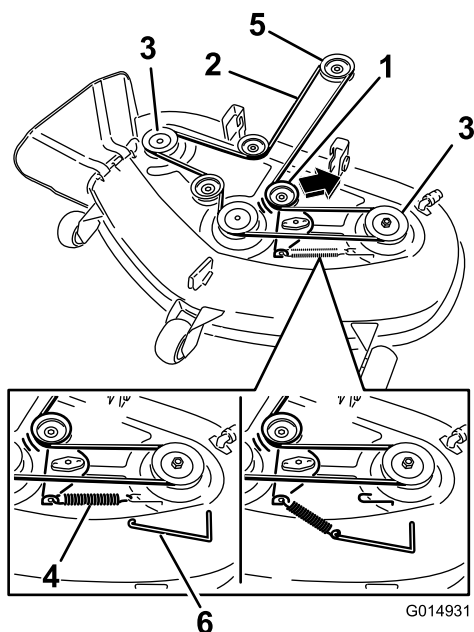

Figura 73
6. Utilizzando un attrezzo per la rimozione delle molle, (n. cat. Toro 92-5771), rimuovete la molla del tendicinghia dal gancio del piatto di taglio per eliminare la tensione sulla puleggia tendicinghia e fate scorrere via la cinghia dalle pulegge (Figura 72 e Figura 73).
7. Montate la nuova cinghia attorno alla puleggia del motore e a quelle del tosaerba (Figura 73).
8. Servendovi di un attrezzo per la rimozione delle molle, agganciate la molla di rinvio al gancio del piatto di taglio per mettere in tensione la puleggia tendicinghia e la cinghia (Figura 72 e Figura 73).